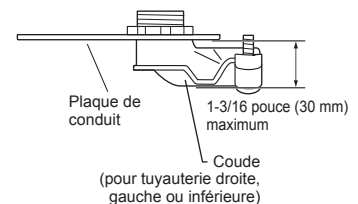

Fig. 2
- Fixez le joint droit (pour la tuyauterie arrière) / le coude (pour la tuyauterie droite, gauche ou inférieure) à la plaque de conduit à l'aide d'un contre-écrou. Le filetage du joint droit / du coude installé apparaissant à l'intérieur doit être inférieur à 3/8 pouce (10 mm). (Fig. 1) A l'extérieur, le coude doit sortir de moins de 1-3/16 pouce (30 mm). (Fig. 2)